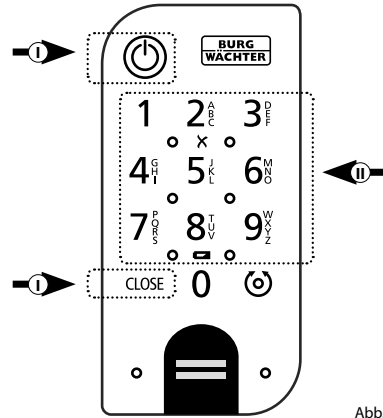

Abb. 4
- 1 Aktivieren Sie die Tastatur, indem Sie entweder die ON-Taste oder die CLOSE-Taste drücken (I) (Abb. 4).
- 2 Tippen Sie Ihren 6-stelligen Administratorcode oder programmierten Benutzercode ein (II) (Abb. 4).